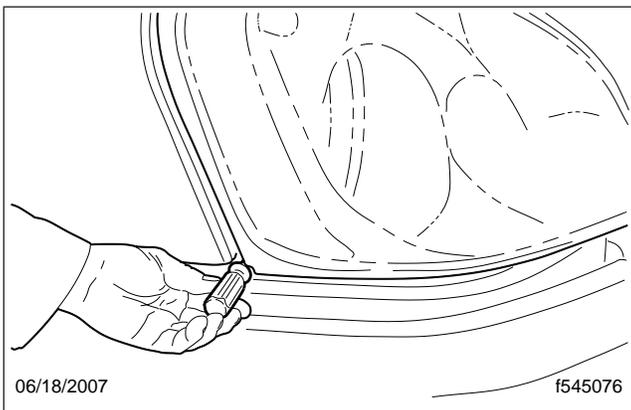

**Fig. 23.2, Hauteur du faisceau du phare**
2. Sur chaque phare, trouvez le centre de l'ampoule du feu de croisement. Voir la figure 23.2.